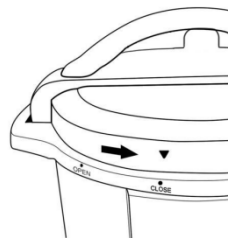

Abbildung 3
Achten Sie auf die Markierungen „OPEN“ (OFFEN) und „CLOSE“ („ZU“) am Rand des Gehäuses des Schnellkochtopfes (13) und „ ▼ “ am Rand des Deckels (2). Richten Sie zum ordnungsgemäßen Schließen und Sichern des Deckels des Schnellkochtopfes (2) immer die Markierungen „CLOSE“ am oberen Ring (9) und „ ▼ “ an der Deckelkante (2) aus (Abbildung 3).